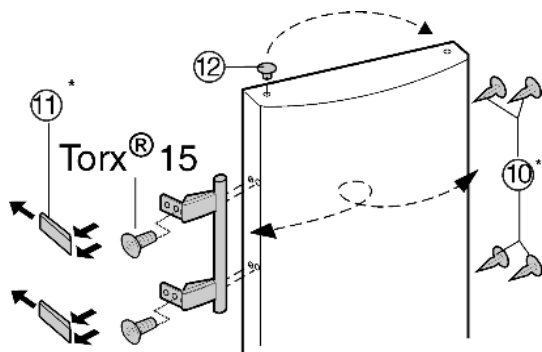

Fig. 8
- ▶ Čepe Fig. 8 (12) vzemite iz puše ležaja vrat in jih prestavite.
- ▶ Ročaj, čepe Fig. 8 (10) in potisne plošče Fig. 8 (11) odmontirajte in jih prestavite na drugo stran.